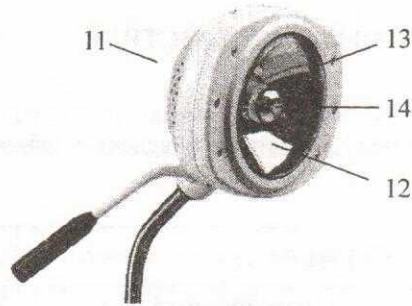
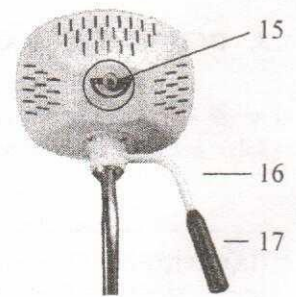

Рис.4
Рис.5
4.3. Осветительный блок, состоит из металлического корпуса 11, отражателя 12, защитного термостойкого стекла 13, галогенной лампы с зеркальным отражателем 14 (Рис.4), поворотного выключателя-регулятора интенсивности освещения галогенной лампы 15 и ручки управления (наведения) со съёмной рукояткой 17 на поворотном шарнире с кронштейном (Рис.5).